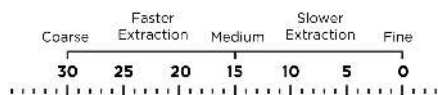
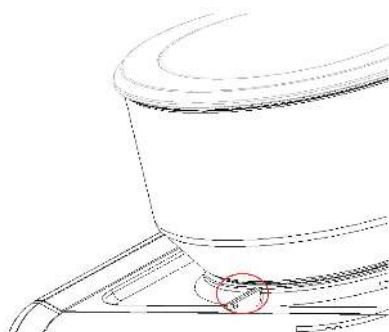

Fig. 3:
Fig. 4:
2. Bean Box har markeringar som indikerar kaffets grovhet (se Fig. 3). För att justera malningsinställningen, se till att din önskade inställning på Bean Box är justerad med markeringen på övre locket (som visas i Fig. 4).